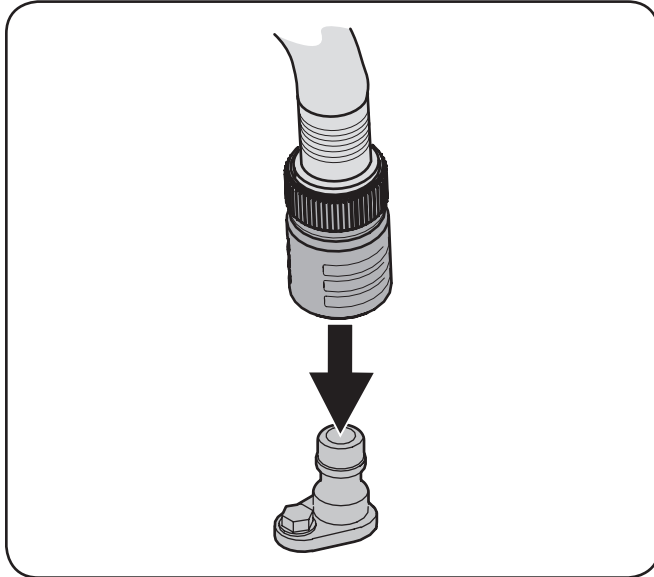

Figura 6-2
4. Una el acople de la manguera al puerto de agua a la izquierda de la superficie de la cubierta. Vea la Figura 6-2.